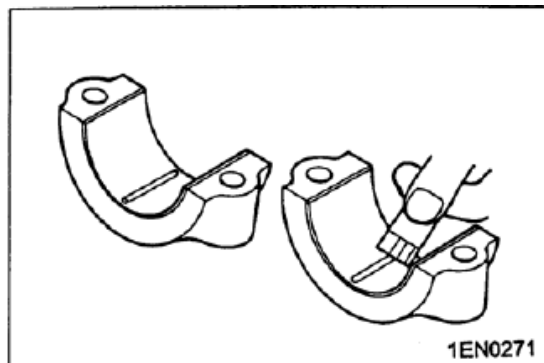

图 5-8
(4) 轻轻地装上曲轴轴盖，并将螺栓拧紧到规定力矩。
(5) 拆下螺栓，并轻轻地拆下曲轴轴承盖。
(6) 用印刷在塑料线规袋上的标尺，在最宽点测量塑料线规的被挤压部分（见图 5-8）。